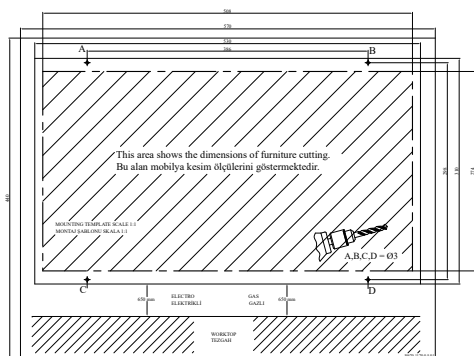

Рис. 1
- С помощью сверла A, B, C, D с диаметром биты 4 мм просверлите отверстия, указанные на шаблоне. (Рис. 1)